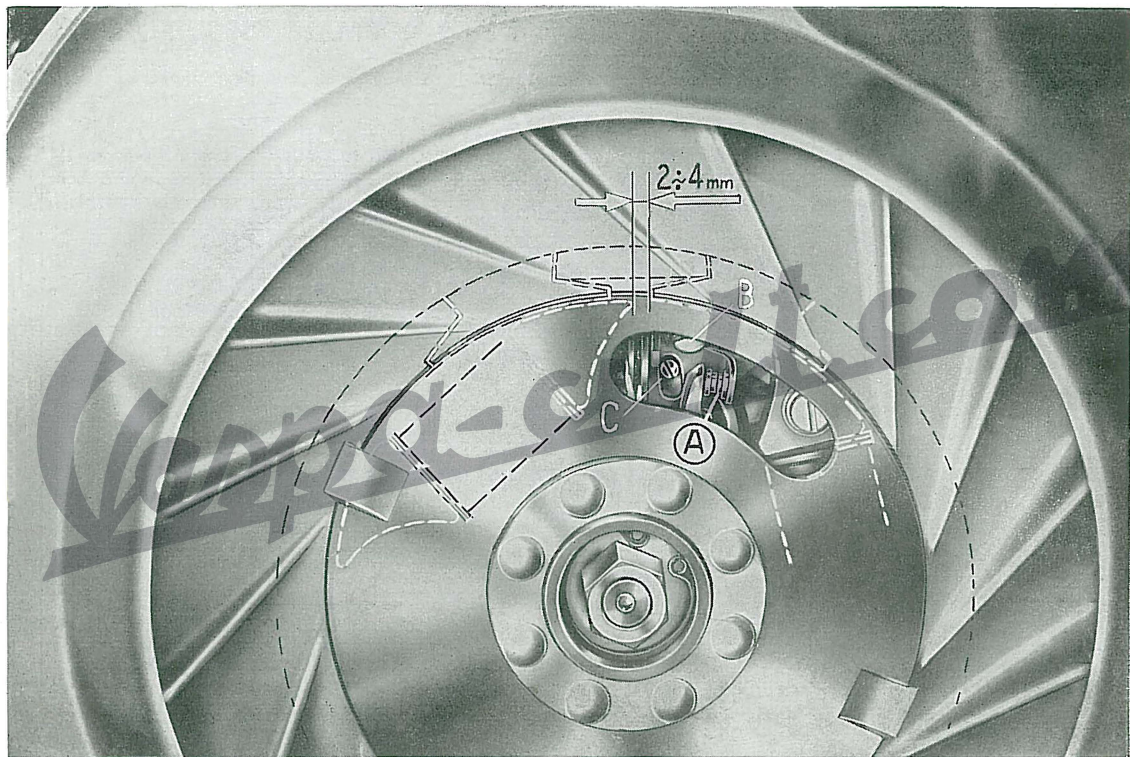

Fig. 16 - Operazioni per il controllo della «fasatura magnetica» del volano.
- 3) - Pulire, e se necessario registrare, le puntine platinato del ruttore (fig. 16). Per evitare inconvenienti o irregolarità all'accensione, si consiglia **far eseguire questa operazione dalle Officine autorizzate.**